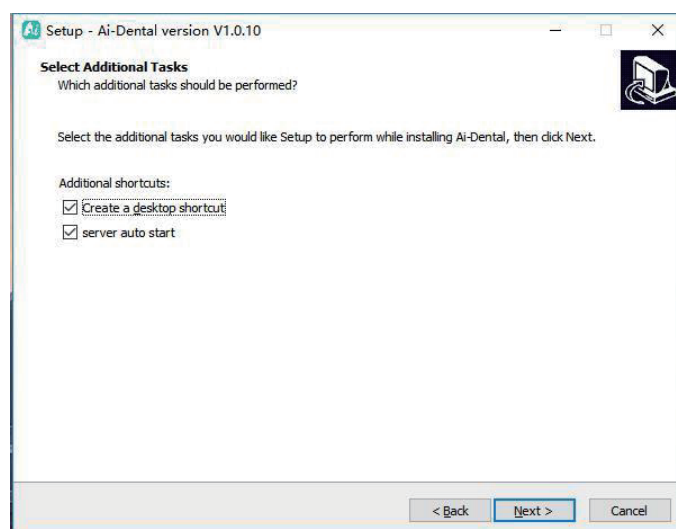

Figure 7
3.1.6 Indiquez si vous souhaitez créer un raccourci sur le bureau et un démarrage automatique du serveur, puis cliquez sur le bouton "Next" (Suivant), comme le montre la Figure 7 :